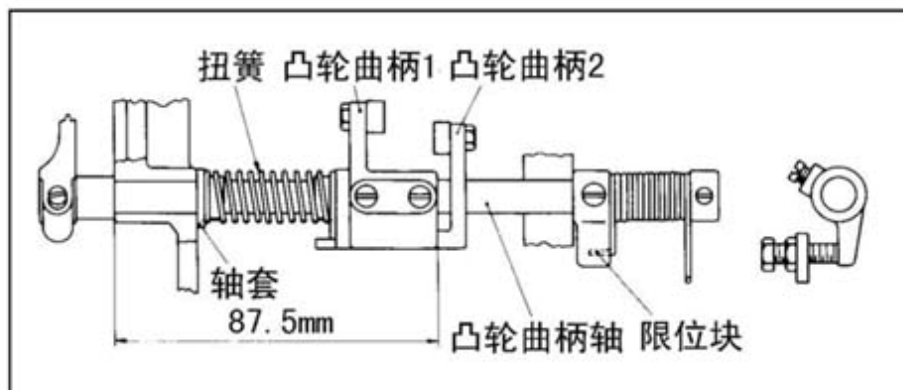

图 36
- (1) 正确位置如图 36 所示。
- (2) 装配时，将凸轮曲柄轴最先装在底板上。
- (3) 凸轮曲柄 1 必须如图所示安装，固定在凸轮曲柄轴上的平面处。
- (4) 轻轻地转动凸轮曲柄轴，将限位块安装在凸轮曲柄轴上的平面处。